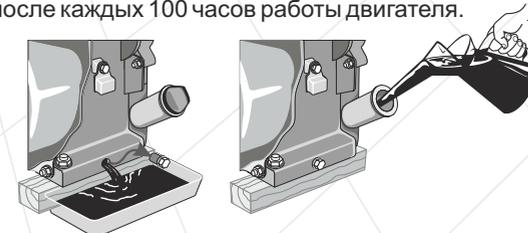

Рисунок 10
**Порядок замены моторного масла (см. рисунок 10)**